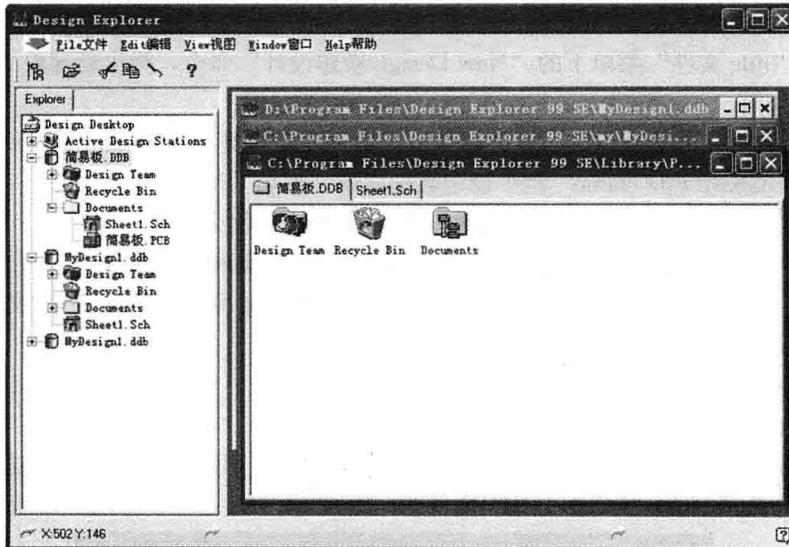

图 1-19 窗口层叠排列
(2) 窗口层叠显示。执行“Windows窗口”菜单下的“Cascade 级联”命令，窗口以层叠形式排列，如图 1-19 所示。